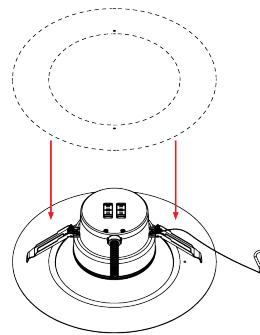

Fig. 13
1. Faire glisser l'anneau de correction esthétique sur le luminaire (Fig. 13).